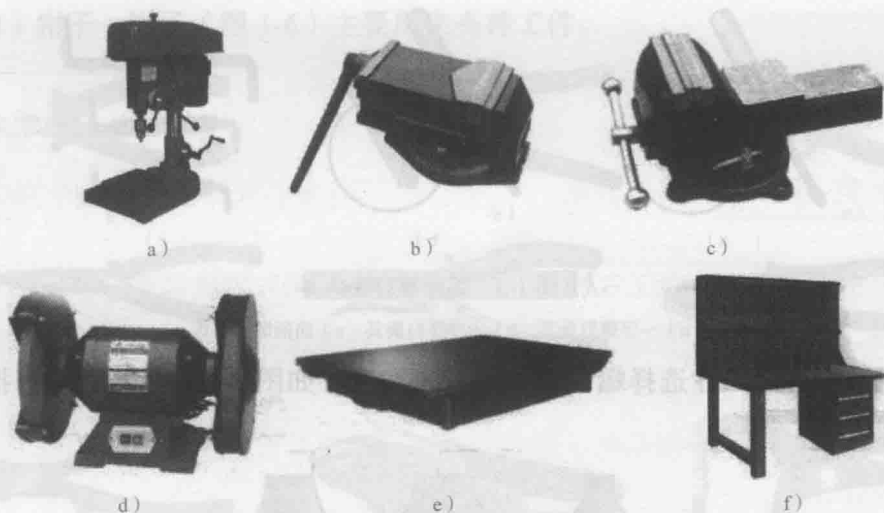

图 1-1 钳工实习场地中的主要设备
2) 钳工实习的主要设备有台钻、平口钳、台虎钳、砂轮机、划线平板和钳工工作台等,如图 1-1 所示。